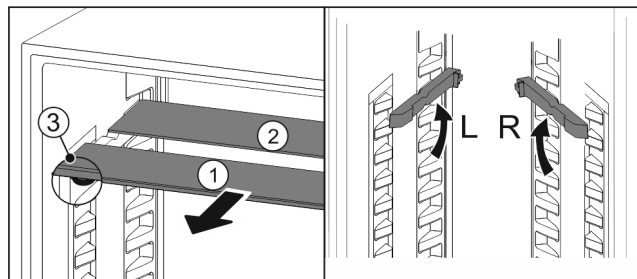

Fig. 93
- estrarre i ripiani di vetro singolarmente tirando in avanti Fig. 93 (1).
- Il piano in vetro Fig. 93 (1) con il motivo ornamentale è nella parte anteriore.
- I fermi Fig. 93 (3) sono rivolti verso il basso.
- I fermi Fig. 93 (3) sono rivolti verso il basso. Apparecchi dotati di vano congelatore:*